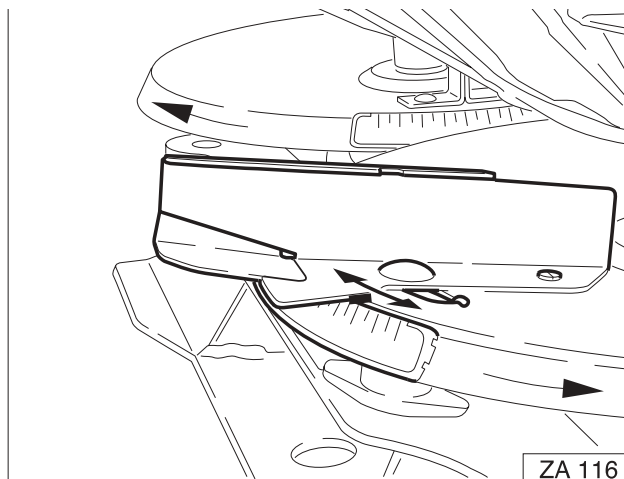

Fig. 30
- Vleugelmoer (Fig. 30/1) losdraaien.
- Afleeskant (Fig. 30/2) van de korte schoep (Fig. 30/3) op de waarde "8" van de schaal (Fig. 30/4) verdraaien.
- Vleugelmoer (Fig. 30/1) weer vastzetten (zonder gereedschap).